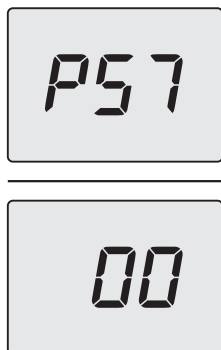

Figura 5.56
- Scorrere i vari parametri utilizzando i tasti 12 (indietro) o 14 (avanti) fino a far apparire sul display LCD le lettere **P57** che si alternano con il valore del parametro (Figura 5.56).